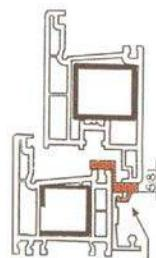

рис.1
- 1.3 Установите нижнюю направляющую (поз.1) с помощью кондуктора (см. рис.1) и закрепите ее саморезами.